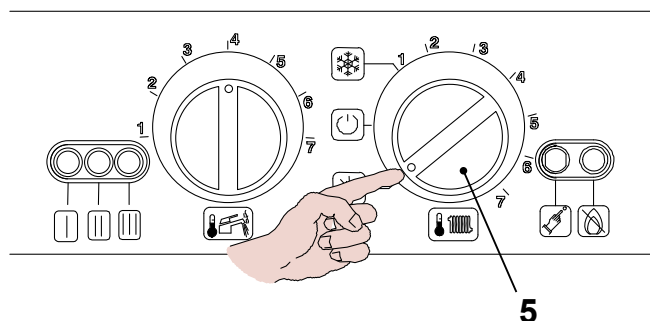

рис. 8.9
- Чтобы выйти из меню программирования, поверните переключатель 5 как показано на рис. 8.9 .